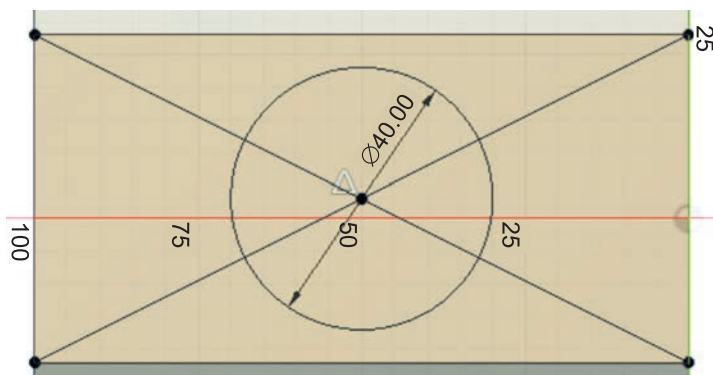

Рис. 34. Изображение окружности
2.4. Далее выберем инструмент **Circle** → **Center Diameter Circle** из группы **Create** и изобразим окружность диаметром 40 мм с центром в точке пересечения диагоналей (рис. 34).